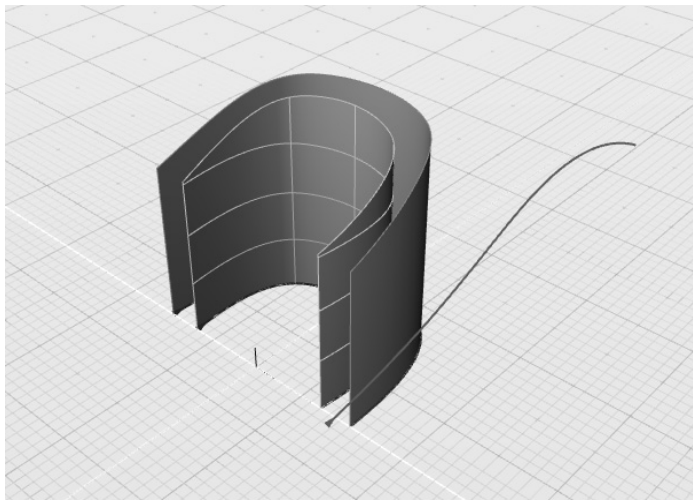

图 5-87 修剪内侧曲面
4) 再次使用“修剪”工具, 使用同一条 NURBS 曲线, 修剪椅背内侧曲面, 如图 5-87 所示。